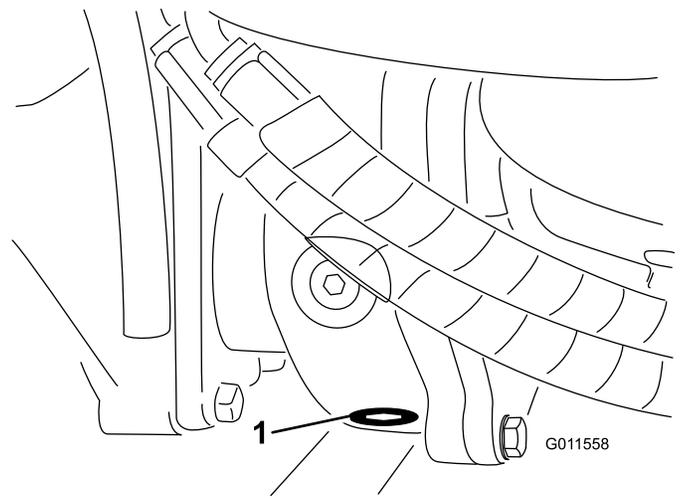

**Figura 90**
2. Pulite attorno ai tre tappi di spurgo, uno per lato ed uno in centro (**Figura 90**).